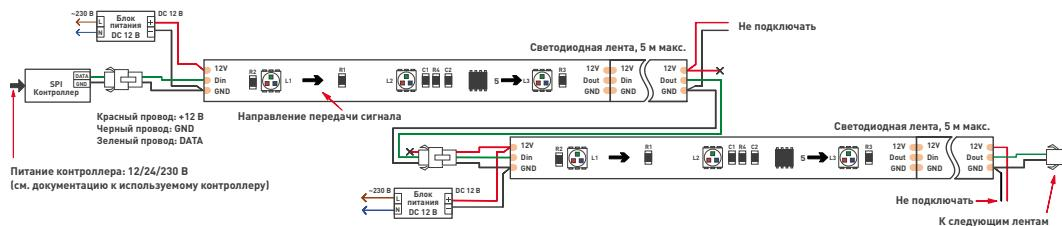
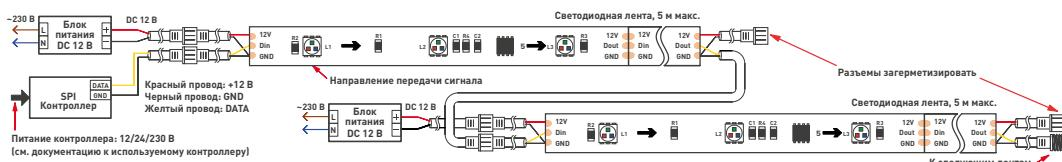

Рис. 1. Схема подключения ленты SPI-5000 и SPI-5000SE.
Рис. 2. Схема подключения ленты SPI-5000P и SPI-5000PGS.
- ↗ Подключите ленту по схеме Рис. 1 или Рис. 2 в соответствии с типом ленты, соблюдая полярность и маркировку проводов. При подключении лент и соединении отрезков учитывайте направление передачи цифрового сигнала, указанное стрелкой на ленте. Вход сигнала управления имеет обозначение «Din», выход — «Dout». Для подключения используйте коннекторы из комплекта поставки. Руководствуйтесь маркировкой, нанесенной на ленту (см. таблицу), маркировкой на контроллере и информацией, приведенной на Рис. 3 и Рис. 4.
- ↗ Подключите ленту согласно используемой схеме [Рис. 1 или Рис. 2], соблюдая полярность.